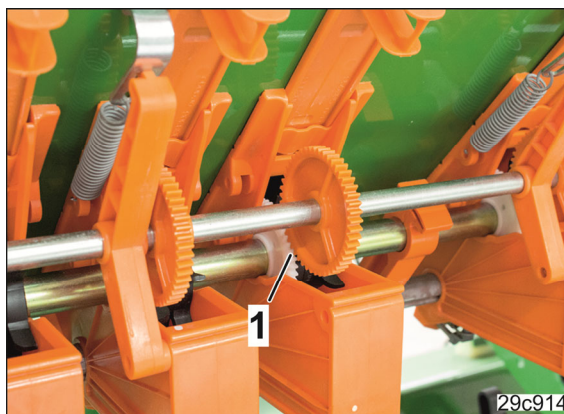

Fig. 254
- 10.1 Sørg for, at tænderne (Fig. 254/1) på tandhjulene griber ind i hinanden.